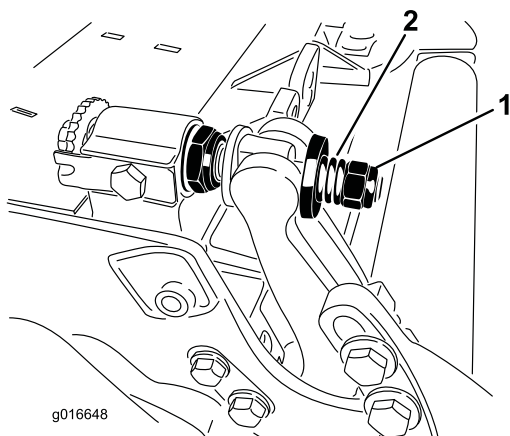

Figure 32
3. Serrez l'écrou de tension du ressort jusqu'à ce que les spires soient jointives, puis desserrez-le de 1/2 tour (Figure 32).